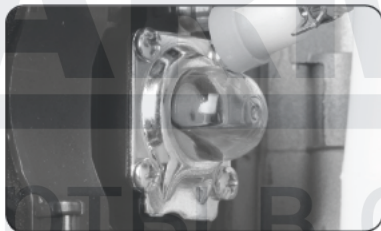

Рис. 4
- 5-6 раз нажмите на прозрачную мембрану праймера (Рис. 4), через которую будет видно, как топливо наполнит карбюратор.